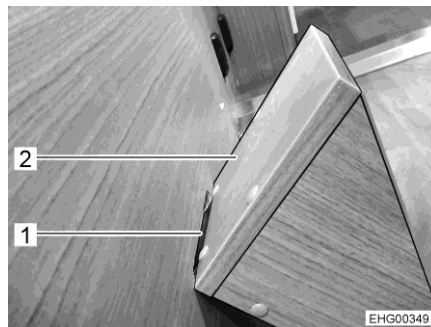
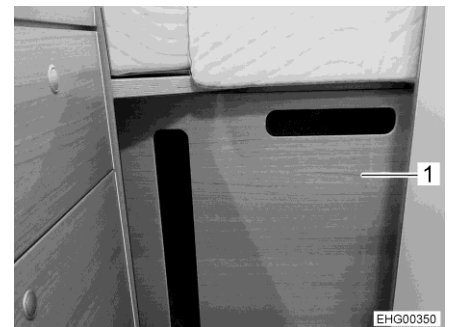

Bild 40 Steg
Bild 41 Mellanvägg med steg
- Häng på steget (Bild 40,2) i det nedre utsnittet (Bild 40,1) på mellanväggen (Bild 41,1).
- Sätt in mellanväggen (Bild 41,1) mellan de längsgående bakre sängarna. Mellanväggen ska då hängas i det andra läget (sett från kökskåpet).